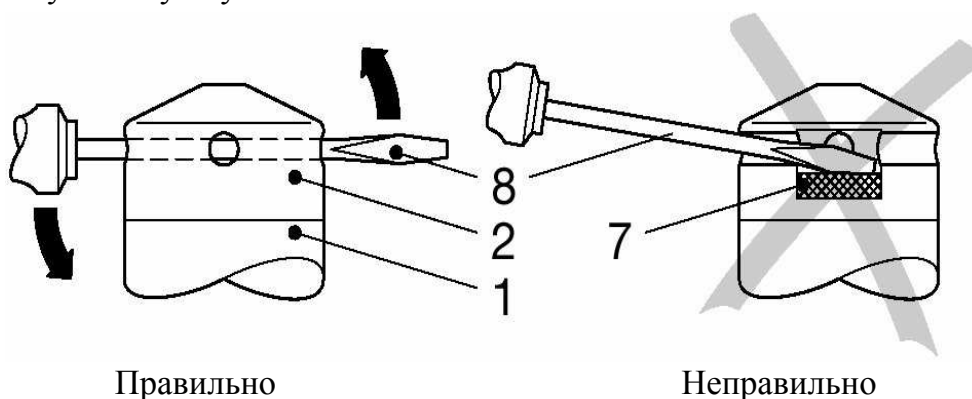

Рисунок 1 - Снятие заглушки при помощи инструмента
2.4.5 Датчики М-55-ЛМП 305, М-55-ЛМП 307, М-55-ЛМП 308, М-55-ЛМП 308и, М-55-ЛМК 358, М-55-ЛМК 457, М-55-ЛМП 808 имеют предохранительную заглушку для защиты измерительной диафрагмы от повреждения (рисунок 1).